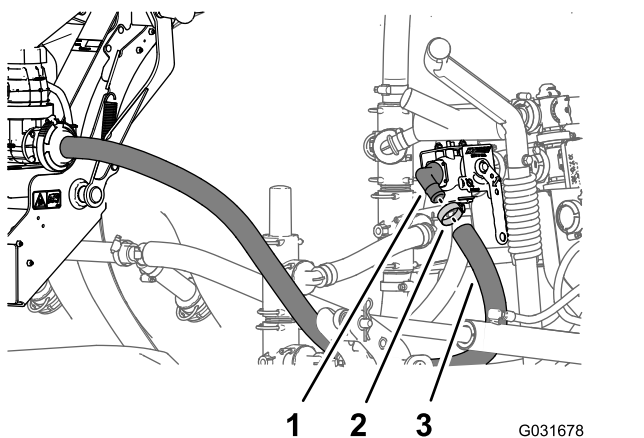

Figura 227
1. Alinee el extremo libre de la manguera de suministro del eyector con el acoplamiento dentado de 90° de la válvula de cierre de líquido e instale la manguera en el acoplamiento (Figura 227).